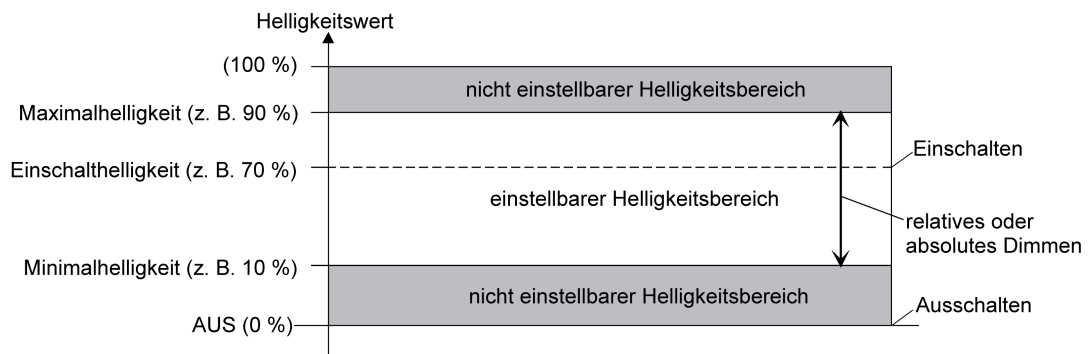

Bild 14: Beispiel eines Helligkeitsbereiches mit Minimalhelligkeit
- Definition der unteren Helligkeitsgrenze mit Minimalhelligkeit (Bild 14):
- i** In der Betriebsart "Drehzahlsteller" bei der Gerätevariante "1fach" kann - analog zur Beschreibung der Helligkeitswerte für eine Beleuchtungssteuerung in diesem Kapitel - die Minimaldrehzahl in der ETS konfiguriert werden (Bild 14). Die alternative Konfiguration einer Grunddrehzahl ist hierbei aus technischen Gründen nicht vorgesehen. Die Maximaldrehzahl ist ebenfalls nicht per Parameter einstellbar. Sie ist fest auf 100 % vorgegeben. Die Einschaltdrehzahl ist unveränderbar auf Maximaldrehzahl (100 %) vorgewählt.